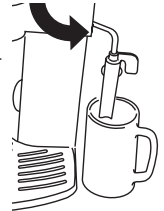

Figure 19
8. Immédiatement après cela (ou pour une durée ne dépassant pas deux minutes, sinon l'appareil retourne automatiquement à la fonction espresso/café), plongez le mousse-lait dans le récipient de lait (Figure 19).